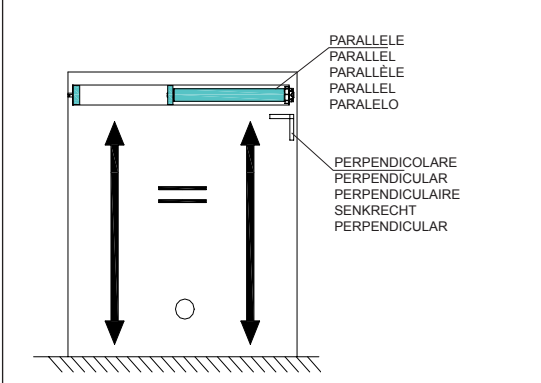

Fig.10
- i.** Pour des raisons de sécurité, un fil de terre jaune et vert est prévu parmi les fils d'alimentation ; le mettre à la terre avant toute utilisation du moteur (**Fig.10**).